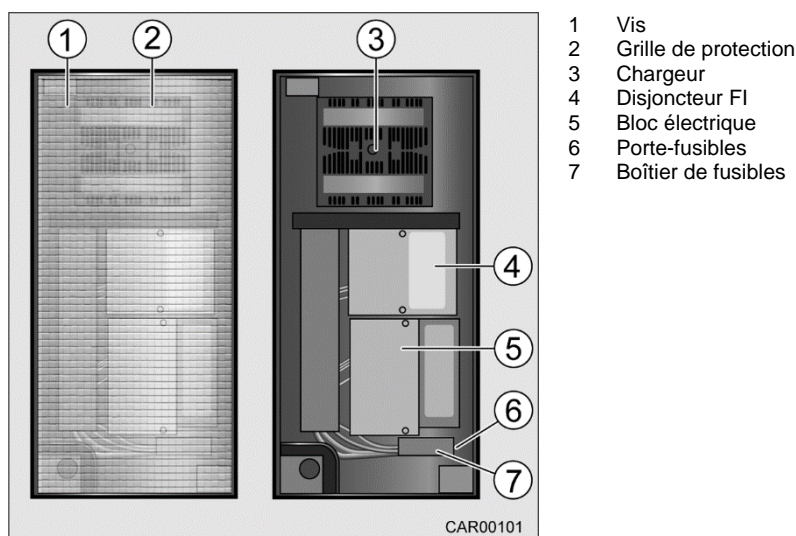

Fig. 110 Bloc électrique dans le garage
Le bloc électrique (Fig. 110/5) est installé dans le garage derrière une grille de protection (Fig. 110/2). Derrière la grille de protection (Fig. 110/2) se trouve également un boîtier de fusibles gris (Fig. 110/7).
D'autres options se trouvent sur le porte-fusibles (Fig. 110/6).
Pour protéger l'appareil d'une fausse manipulation, le bloc électrique (Fig. 110/5) et le chargeur (Fig. 110/3) sont installés derrière une grille de protection (Fig. 110/2) perméable à l'air et amovible.
1. Desserrer les vis (Fig. 110/1) les unes après les autres en les tournant un quart de tour dans le sens anti-horaire.
2. Enlever la grille de protection (Fig. 110/2).
3. Une fois les travaux terminés, immédiatement remettre en place la grille de protection (Fig. 110/2).
- Pour protéger l'appareil d'une fausse manipulation, immédiatement remettre en place la grille de protection (Fig. 110/2) sur le bloc électrique (Fig. 110/5) après les travaux.
Le chargeur (Fig. 110/3) a été spécialement développé pour le secteur des caravanes et des bateaux pour charger des batteries gel de 12 V.